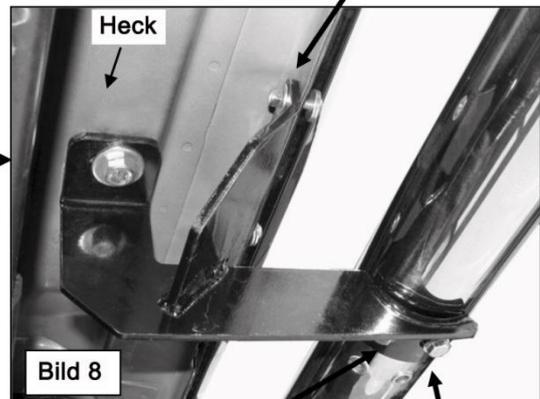

Bild 8
**b) 2008 – 2012:** Verwenden Sie die vorderen Montagepunkte, (**Bild 8**).